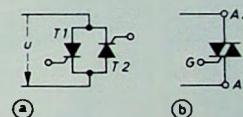

Bild 2. Antiparallelschaltung zweier Thyristoren T 1 und T 2 (a) und Triac-Symbol (b) mit den beiden Anoden A 1, A 2 und dem Gate G
Eine Weiterentwicklung des Thyristors zum Steuern von Wechselstromverbrauchern führte zu einer genialen Lösung, zum Triac. Der Triac vereinigt zwei antiparallel geschaltete Thyristoren in einem einzigen Halbleiterbauelement (Siliziumkristall). Damit ergibt sich eine weitere Verringerung der Abmessungen und auch der Vorteil, nur eine einzige Steuerelektrode zu benötigen und mit einer gemeinsamen Steuerspannung für beide Halbwellen auszukommen. Man spricht hier nicht mehr von Anode und Kathode, sondern nennt (Bild 2) die beiden Hauptanschlüsse A 1 und A 2 und die Steuerelektrode Gate (G). Das Triac-Bau-